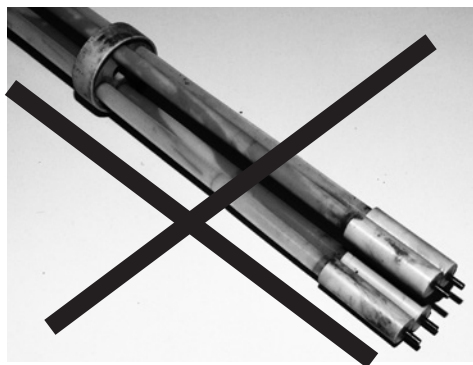

Fig. 5
5. De afstandhouder **⑦** (vanaf lengte 800 mm) gelijkmatig verdelen.
6. De juiste positie van de afstandhouder PEEK **⑧** controleren. **Fig. 5**